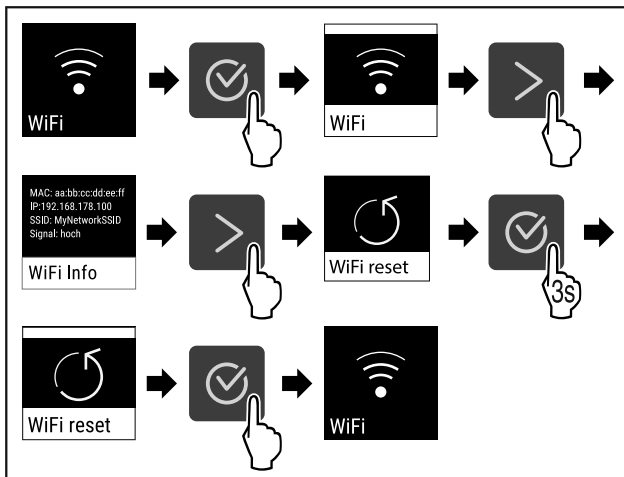

Fig. 88
- ▶ Handlungsschritte (siehe Fig. 88) durchführen.